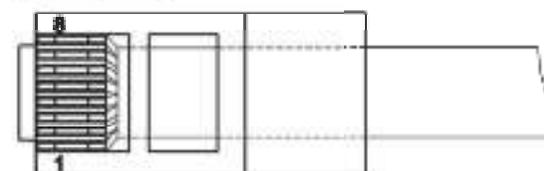

Рис. 3 Обжимка кабеля кат.5е
4. Подключить кабель интерфейса IP-камеры к устройству защиты УЗЛ-Е («Аппаратура»), кабелем UTP кат.5е (в комплект поставки не входит; обжимка кабеля производится по стандарту TIA/EIA 568В (рис.3)).
5. Подключить кабель линии связи ETHERNET к устройству защиты УЗЛ-Е («Линия»), кабелем UTP кат.5е (в комплект поставки не входит; обжимка кабеля производится по стандарту TIA/EIA 568В (рис.3)).
6. Подать напряжение питания 220В AC на клеммы X1, при этом фазный провод (L) соединить с контактом 1.1, нулевой провод (N) с контактом 2.1, а провод заземления соединить с любым свободным контактом шины заземления (Ш1).